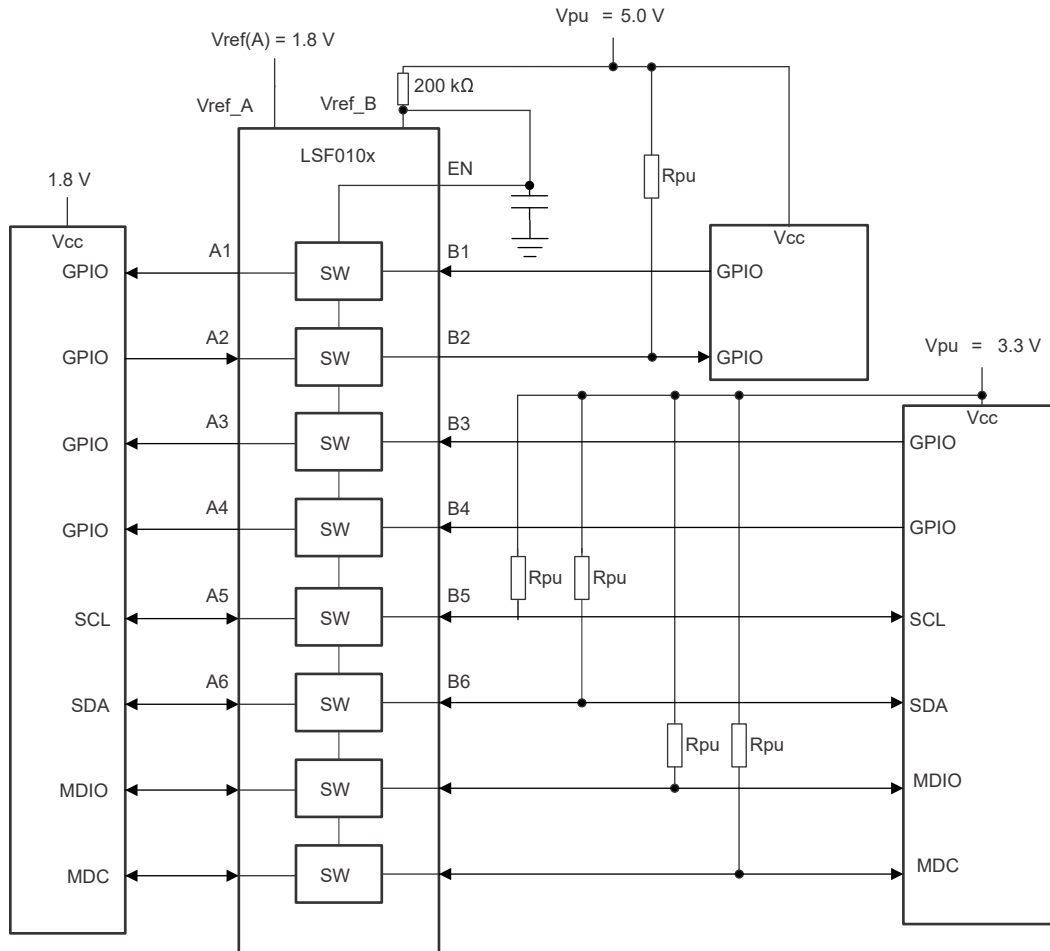

图 9-4. 使用 LSF010x-Q1 进行多电压转换
每个通道的电源电压 ( $V_{PU}$ ) 可由一个上拉电阻器单独设置。图 9-4 展示了这种混合模式多电压转换的示例。有关多电压转换的更多详细信息，请参阅 使用 LSF 系列进行多电压转换 视频。
**典型运行 ( $V_{ref\_B} > V_{ref\_A} + 0.8V$ )：**在这种情况下，A 侧不需要上拉电阻器来实现正确的下行转换，如图 9-4 的通道 1 和 2 所示。该器件的典型工作模式可确保，在从 B 到 A 下行转换时，A 侧 I/O 端口将钳制于  $V_{ref\_A}$ ，提供适当的电压转换。有关器件运行的更多说明，请参阅使用 LSF 系列进行下行转换视频。